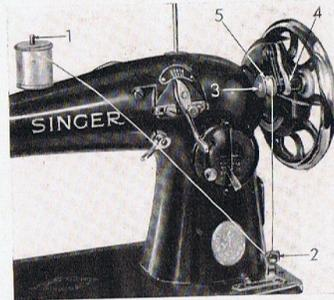

Abb. 13
**Das Aufspulen** (Abb. 13). Das Schwungrad wird, wie auf Seite 13 beschrieben, ausgelöst.